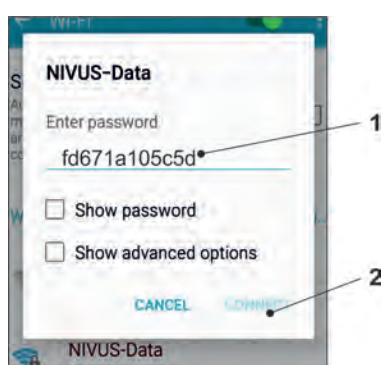

Fig. 29-5 Entrez mot de passe (dans notre exemple fd671a105c5d) et connectez
5. Entrez le mot de passe pour l'accès au serveur (état de livraison = PUK) (Fig. 29-5 n° 1) et connectez (Fig. 29-5 n° 2).